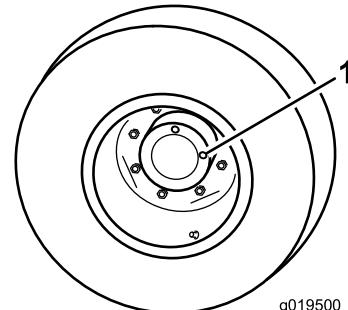

Figura 89
- Com a máquina numa superfície plana, posicione a roda de forma a que 1 tampão de verificação fique na posição das 12 horas e o outro na das 3 horas (Figura 89).
- Retire o tampão da posição das 3 horas (Figura 89).